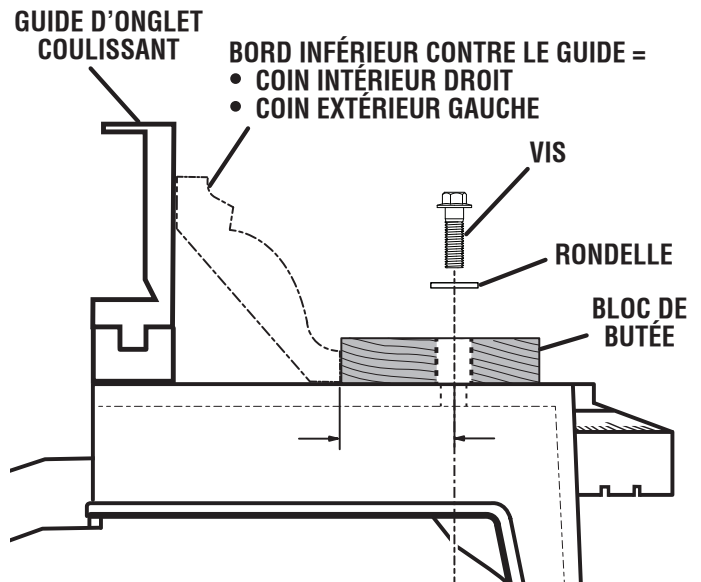

Fig. 35
Voir les figures 35 et 36.
- Emboîter et immobiliser fermement la moulure couronnée contre le guide longitudinal et le bloc de butée, comme illustré à la Fig. 35.